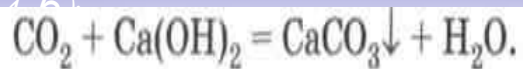

Рис. 13
Собирают углекислый газ в сосуд методом вытеснения воздуха, так как оксид углерода (IV) почти в 1,5 раза тяжелее его (рис. 13).